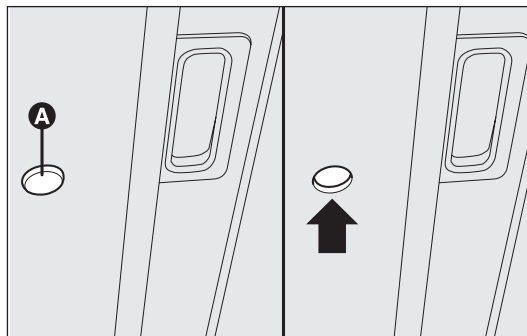

рис. 77
- вставьте ключ в отверстие А – рис. 77 и поверните